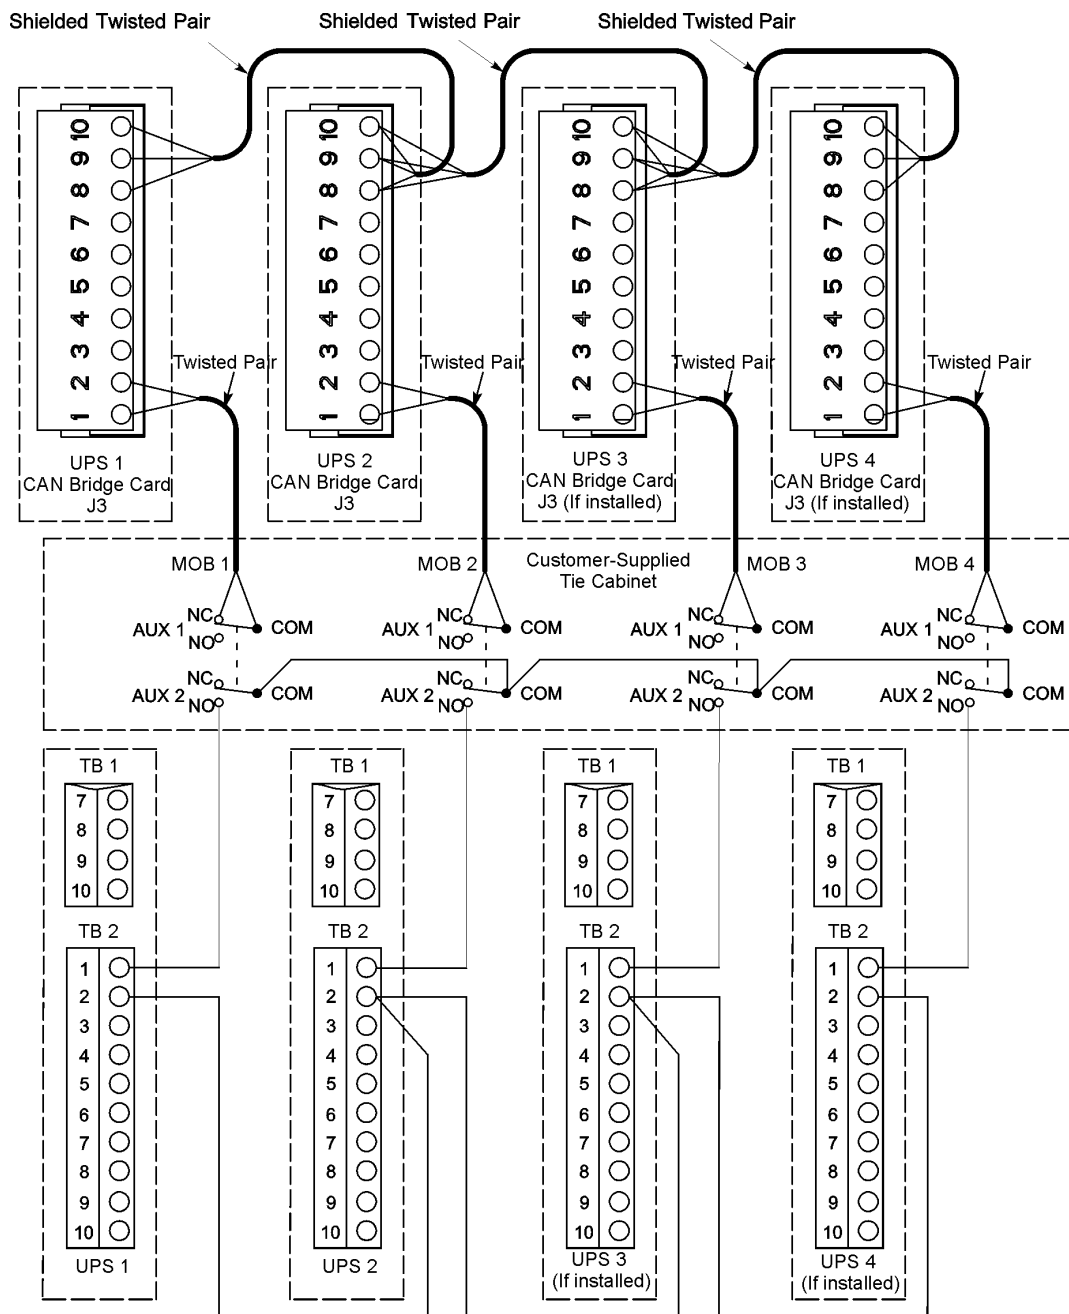

Abbildung5-6. Steckbare Kabelverbindungen im verteilten Bypass-System mit MOBs
11. Verlegen und installieren Sie die steckbare Verkabelung des verteilten Bypass-Systems zwischen den USV-Schränken und den MOBs des Verbindungsschranks. Informationen zur Verkabelung finden Sie unter Abbildung 5-6 auf Seite 55 und Tabelle 5-4 auf Seite 56.